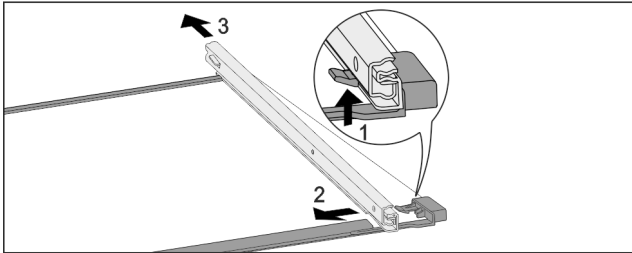

Fig. 82 Glassplate med skinner
- ▶ Trykk den fremre festespaken oppover. Fig. 82 (1)
- ▶ Skyv uttrekksskinnen til side Fig. 82 (2) og skyv bakover Fig. 82 (3) og bort.